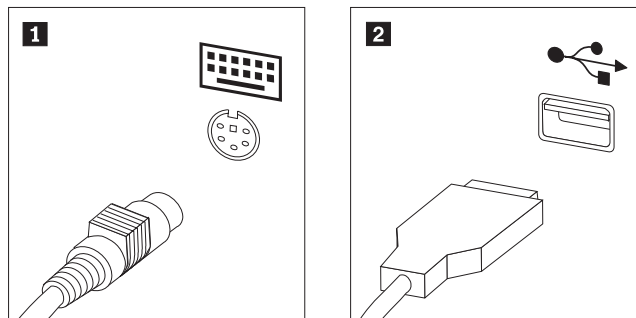

Figura 29. Conectores de teclado, estándar y USB
3. Localice el conector del teclado. Consulte la Figura 29.